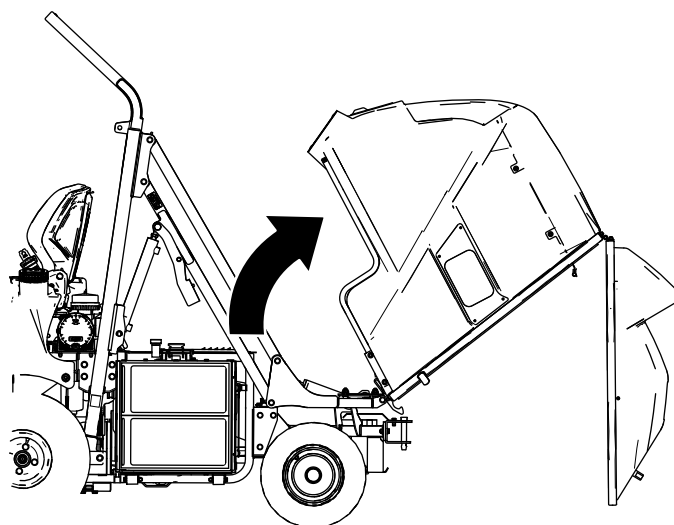

Figura 50
2. Fate ruotare manualmente in alto e all'indietro la tramoggia (Figura 50).